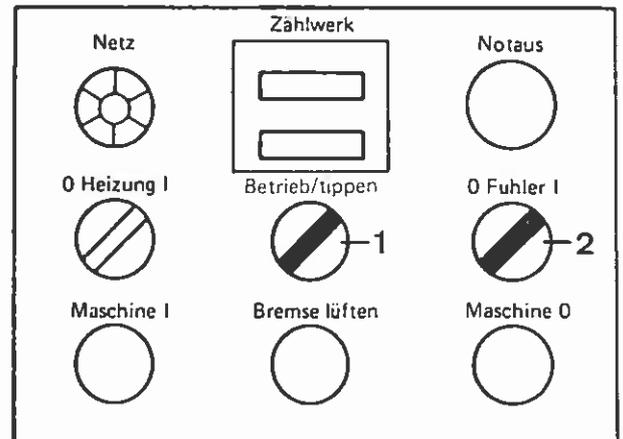

Bild 98
14. Wahlschalter „Betrieb/tippen“ (Bild 98/1) auf „Betrieb“ und Wahlschalter „Fühler 0/I“ (Bild 98/2) auf „I“ schalten.